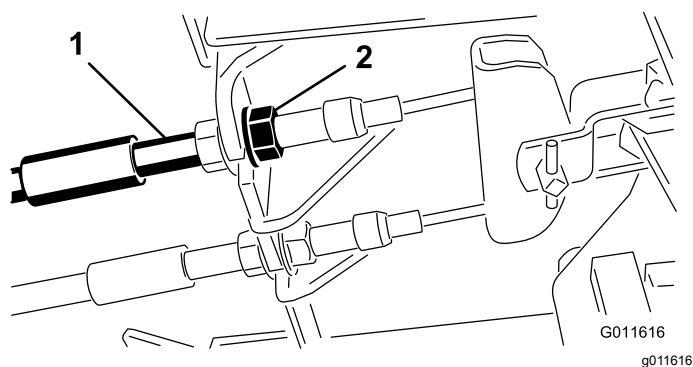

図 83
1. 遊びを減らすブレーキを締めるには、ブレーキケーブルのねじ山の前ナットをゆるめ、後ろのナットを締める 図 83。